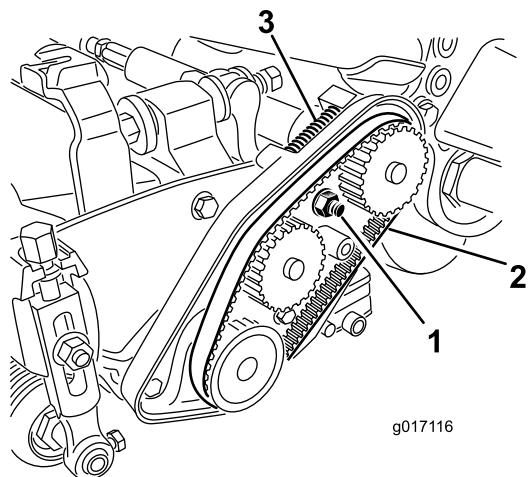

Figura 21
3. Desaperte a porca da estrutura do rolamento (Figura 21).
- 5. Retire a correia (Figura 21).
12. Certifique-se de que mola de compressão está a aplicar tensão na correia (Figura 21).